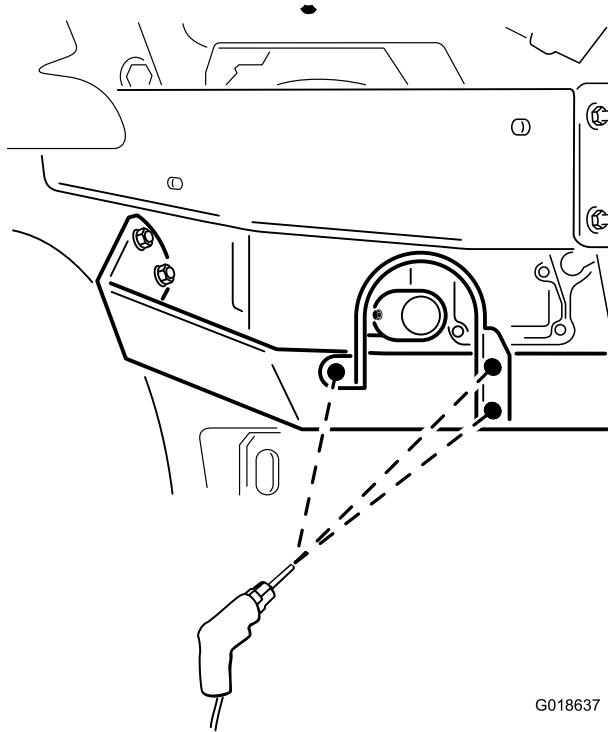

Figure 7
- i. Alignez la bride droite du pare-chaleur d'échappement (la bride comprenant 2 trous) sur la surface arrière de la protection inférieure gauche du moteur (Figure 7).
- ii. Alignez le bord inférieur de la bride droite du pare-chaleur d'échappement sur le bord inférieur de la protection du moteur (Figure 7).
- iii. Alignez la bride gauche du pare-chaleur d'échappement (la bride comprenant 1 trou) sur la surface de la petite partie en angle de la protection inférieure gauche du moteur (Figure 7).
de la protection inférieure gauche du moteur de sorte que le bord de la bride et le bord de la protection soient parallèles (Figure 7).